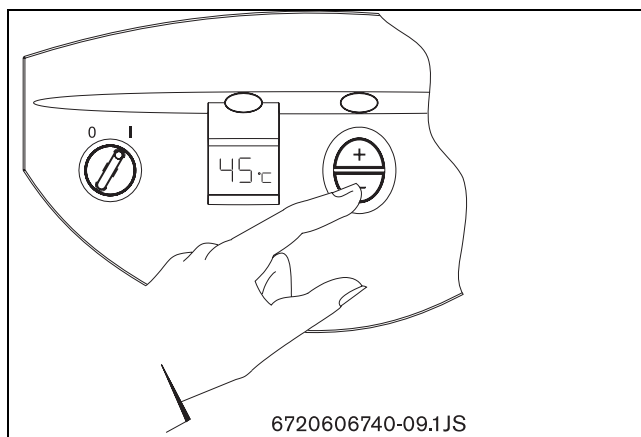

Fig. 7
- ▶ Premere i tasti \oplus oppure \ominus sul quadro comandi (→Fig. 7) fino a visualizzare sul display del quadro comandi (→Fig. 8, pos. 1) il valore desiderato (temperatura in gradi centigradi).
- ▶ Premere i tasti + oppure - sul quadro comandi (→Fig. 7), fino a visualizzare sul display del quadro comandi (→Fig. 8, pos. 1), il valore desiderato (temperatura in gradi centigradi).